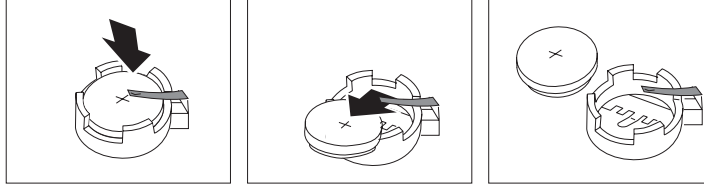

図 175. SAN ボリューム・コントローラー 2145-4F2 システム・ボード CMOS バッテリーの取り外し
4. 図 175 に示すように、1 本の指で、バッテリーの上のバッテリー・クリップを持ち上げます。